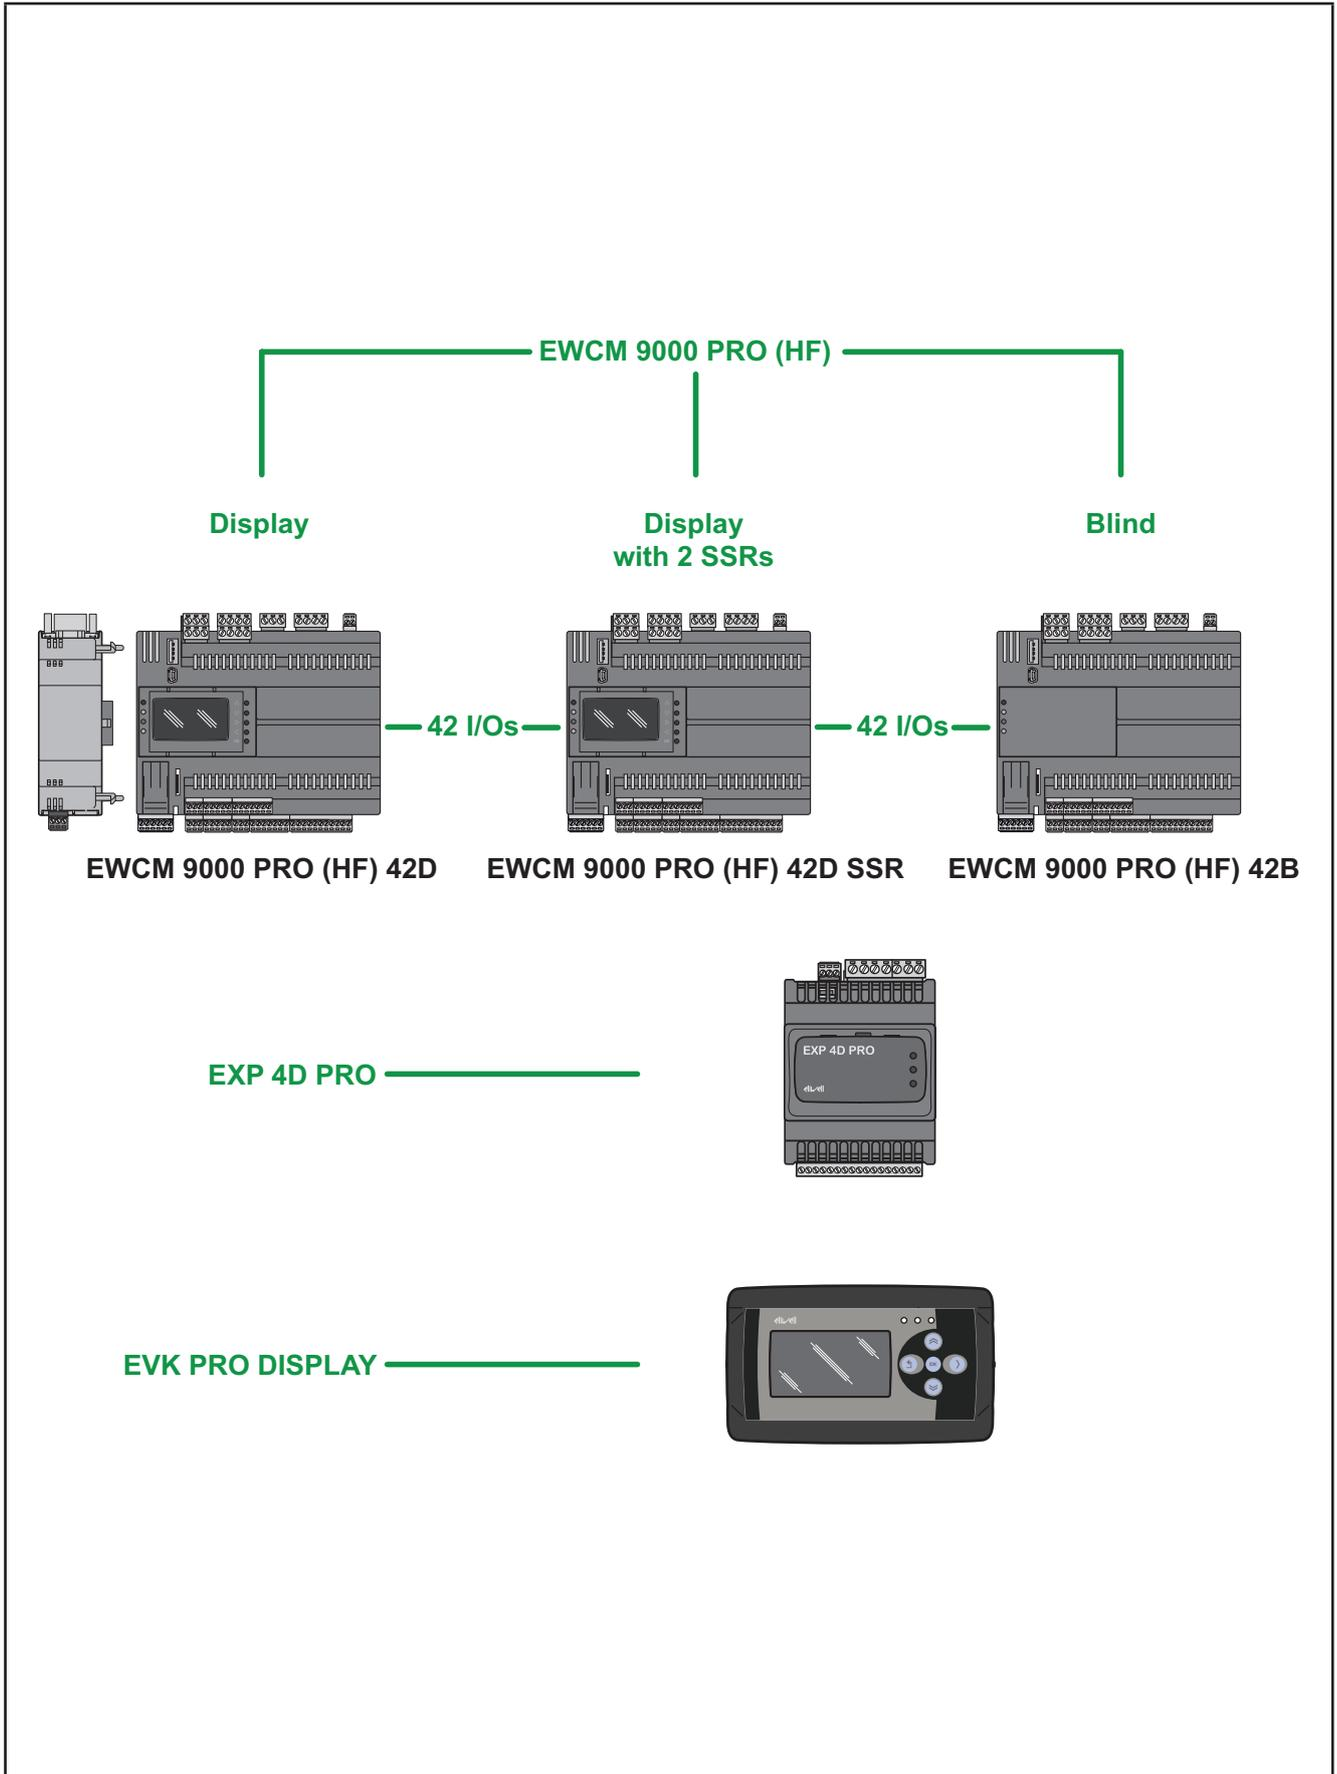

Fig. 1. Offerta EWCM 9000 PRO
1.1.1. Offerta EWCM 9000 PRO (HF)
L'offerta **EWCM 9000 PRO (HF)** (vedere **Fig. 1 a pag. 15**) è costituita da: